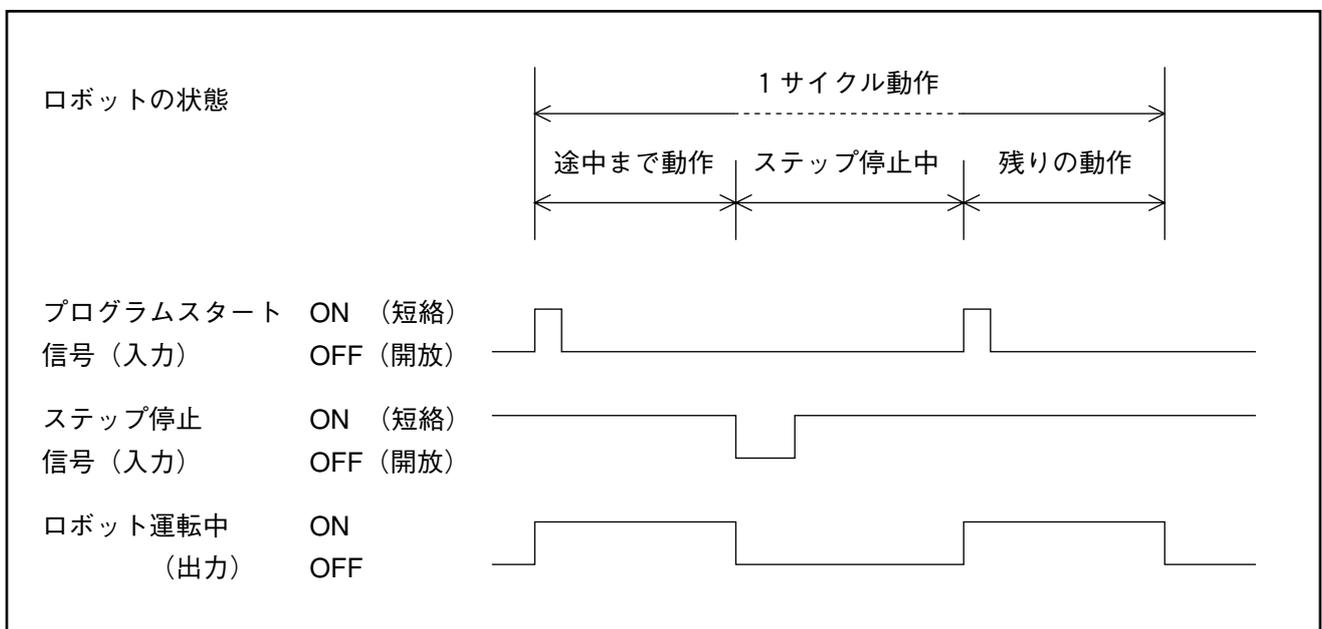

図5-37 ステップ停止信号
- ①この信号がON（短絡）→OFF（開放）されると、ロボットは現在実行中のステップを終了した時点で停止し、ロボット運転中出力をOFFします。しかし自動モード、外部モードは維持されており、プログラムスタート信号の入力でプログラムの続きを実行します。図5-37をご参照ください。
- ②プログラムスタート信号入力時にこの信号をOFF（開放）しておくこと、ステップ毎に停止します。
- ③オペレーティングパネルまたはティーチングペンダントによる内部運転の場合は、この信号がON（短絡）→OFF（開放）されたときに限り有効です。
- ④ステップ停止後の再起動方法はP5-31の「3.4.4 プログラムスタート」をご参照ください。